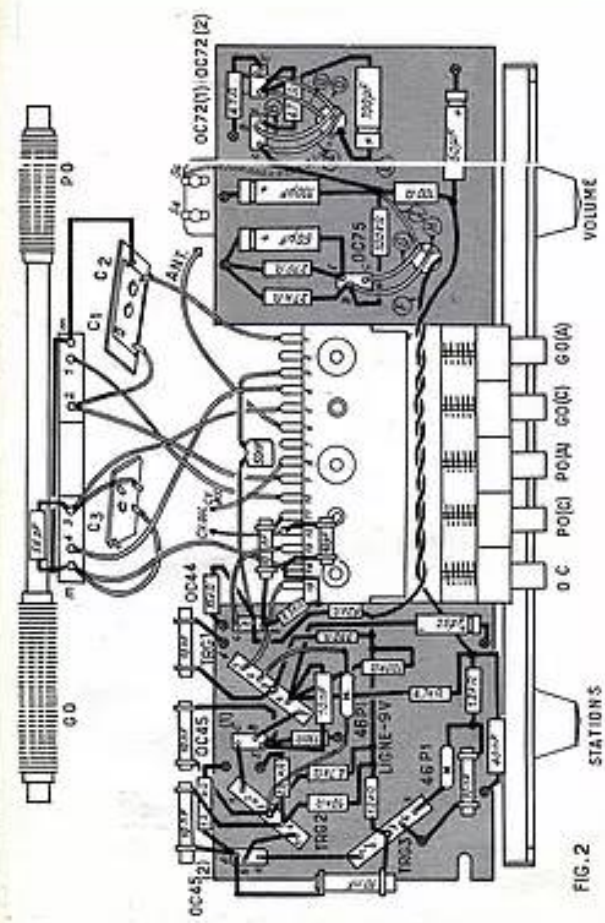

FIG. 2
Realisation pratique (Fig. 2 et 3).
Voici comment il faut procéder au câblage. On relie au châssis la cosse de l'axe du CV et la cosse 14 du bloc de bobinages. La cage 120 pF du CV est connectée à la cosse 12 du bloc et la cage 280 pF à la cosse 8. Sur le bloc entre les cosse 12 et 14 on soude un condensateur de 10 pF. Entre la broche E du support OC44 et le châssis on soude une résistance de 3 300 Ω . Entre cette broche E et la cosse 11 du bloc on dispose un condensateur de 10 nF. La broche C est connectée à la cosse 13 du bloc. Entre la broche B et la cosse 3 du bloc on soude un condensateur de 50 nF céramique. Entre cette broche B et le châssis on soude une résistance de 15 000 Ω . Sur cette broche, on soude aussi une résistance de 52 000 Ω . Entre l'autre fil de cette résistance et la cosse 3 du transfo TRG3 on soude une résistance de 1 200 Ω . Le fil de cette dernière allant à la 52 000 Ω constitue la ligne — 9 V (voir fig. 2).
La cosse 15 du bloc est reliée à la cosse 1 du transfo TRG1. La cosse 5 de ce transfo est réunie à la broche B du support OC45 (1). Sur la cosse 3 de ce transfo on soude un condensateur de 10 nF qui va au châssis et une résistance de 330 Ω allant à la ligne — 9 V. Entre la cosse 4 du transfo et le châssis on soude un condensateur de 25 μ F (voir polarité sur la fig. 2). Entre cette cosse 4 et la ligne — 9 V on place une résistance de 120 000 Ω . On soude un condensateur de 10 nF entre la même cosse et la broche E du support OC45 (1). Toujours sur la même cosse 4 on soude une résistance de 4 700 Ω . Sur l'autre fil de cette résistance on soude un condensateur de 40 nF qui va au châssis et une résistance de 1 200 Ω . Sur l'autre fil de la 1 200 Ω on soude un condensateur de 10 nF qui va au châssis. Entre le point de jonction résistance 1 200 Ω -condensateur 10 nF et la cosse 5 du transfo TRG3 on soude une diode 46P1 en respectant le sens indiqué sur le plan de câblage. Le point de jonction résistance 4 700 Ω -résistance 1 200 Ω est connecté à une extrémité du potentiomètre de volume.